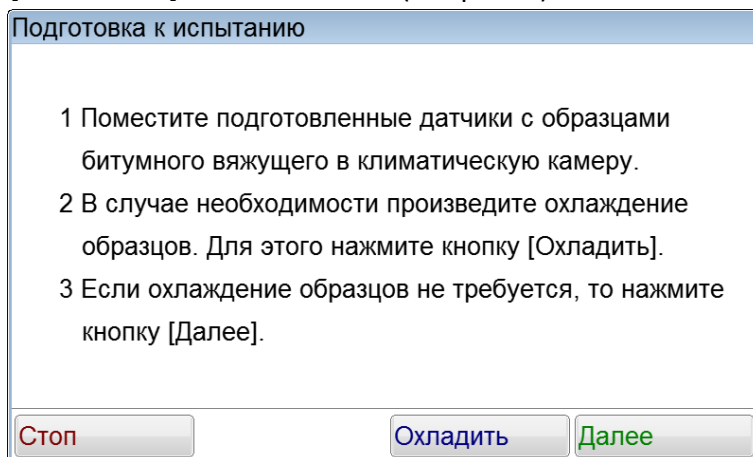

Рисунок 9 – Окно испытания
4.4.11 Нажать кнопку [Испытание]. Появится окно (см. рис. 9).